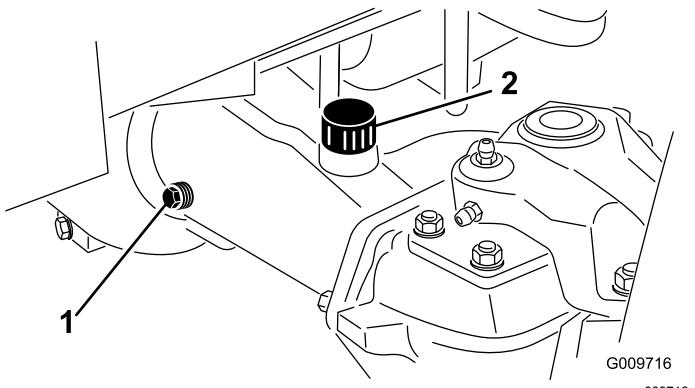

Figure 96
2. Enlevez un bouchon de contrôle à une extrémité du pont arrière (Figure 96) et vérifiez que l'huile atteint la base de l'orifice. Si le niveau est trop bas, enlevez le bouchon de remplissage (Figure 96) et ajoutez une quantité suffisante d'huile pour amener le niveau au bas des orifices de contrôle.